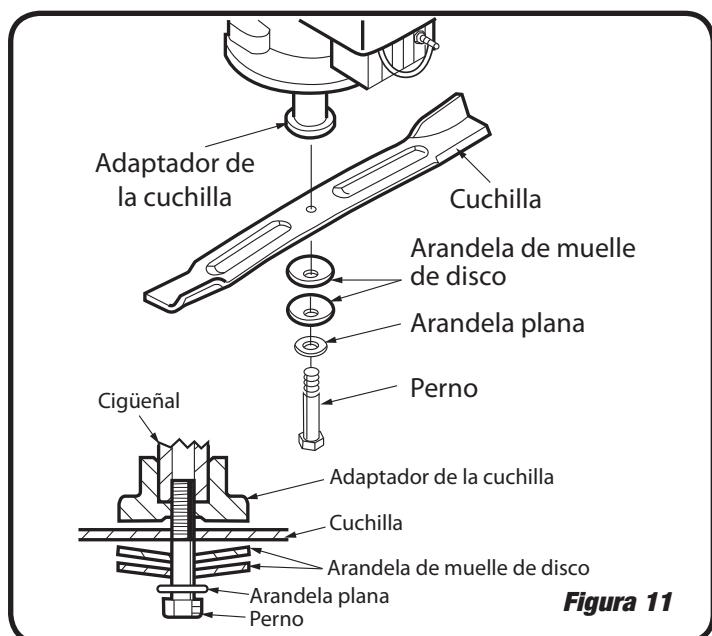

Figura 11
1. Retirar el perno y las arandelas que sujetan la cuchilla y el adaptador de la cuchilla al cigüeñal del motor. Véase la Figura 11.
5. Colocar la cuchilla en el adaptador con la orientación correcta. En cada extremo de la cuchilla, una porción «elevada» de la cuchilla yace en el lado opuesto de la cuchilla a partir del eje afilado. Al colocarse la cuchilla en el adaptador de la misma, asegurarse de que la porción «elevada» de la cuchilla esté orientada hacia la carcasa de la cortadora de césped. Véase la Figura 11.